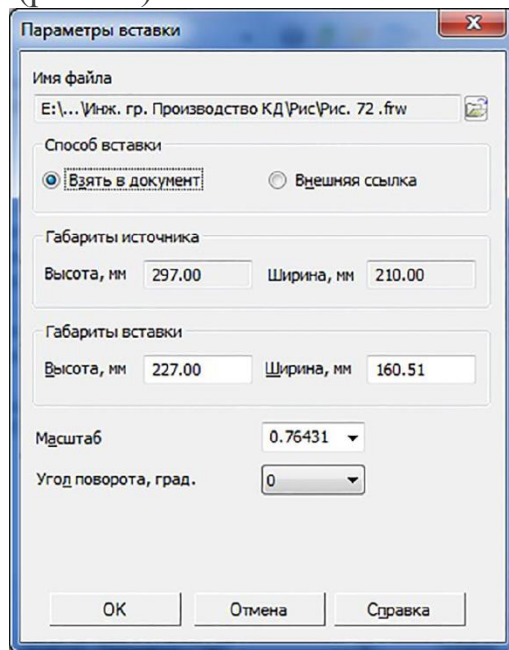

Рис. 10. Диалоговое окно вставки фрагмента в текстовый документ
5. Вставим в текст пояснительной записки фрагменты, созданные предварительно: переместим курсор щелчком мыши в место размещения рисунка, в меню **Вставка** (или на панели **Параметры**), в диалоговом окне открытия файлов выберем имя фрагмента и нажмем кнопку **Параметры**, расположенную в правой части окна. В диалоге параметров вставки выберем способ **Взять в документ** (рис. 10).